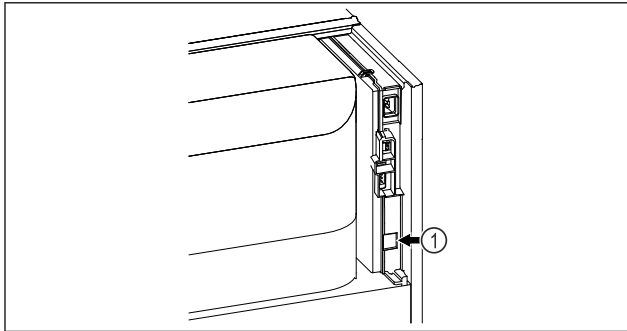

Fig. 183
- SmartModule Fig. 183 (1) is geplaatst.